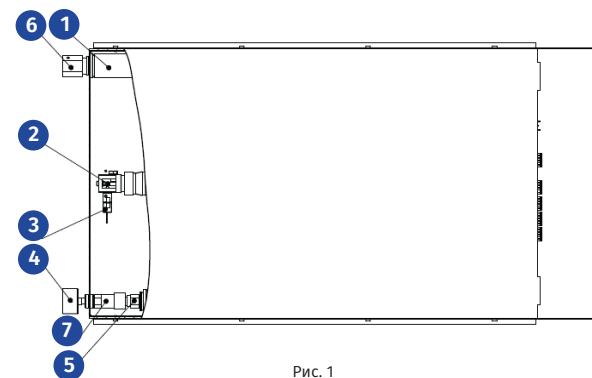

Рис. 1
3.1 МГП-СС «Уран» состоит из герметичного стального корпуса (1), заполненного газовым ОТВ (Рис.1). На боковой части модуля расположено запорно-пусковое устройство (ЗПУ) с термочувствительной колбой (2) и электромеханическим активатором (3), обеспечивающим автоматический режим запуска МГП. Модуль оснащен манометром общетехническим (4) для контроля давления внутри резервуара, штуцером для заправки ГОТВ (5) и предохранительным клапаном (6). Для возможности проведения ежегодной проверки манометр (4) оснащен быстроразъемным соединением (7). По отдельному заказу модуль может быть оснащен электронным датчиком давления для возможности дистанционного контроля сохранности ГОТВ.